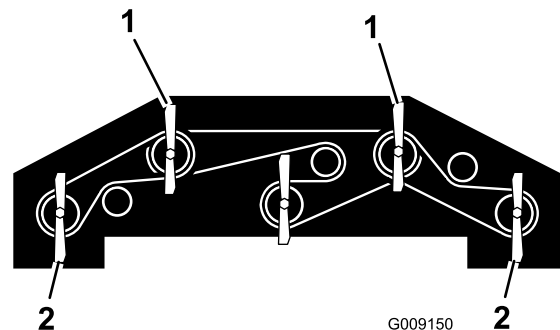

Figura 139
1. Gire las cuchillas hasta que estén orientadas directamente hacia adelante (Figura 139).